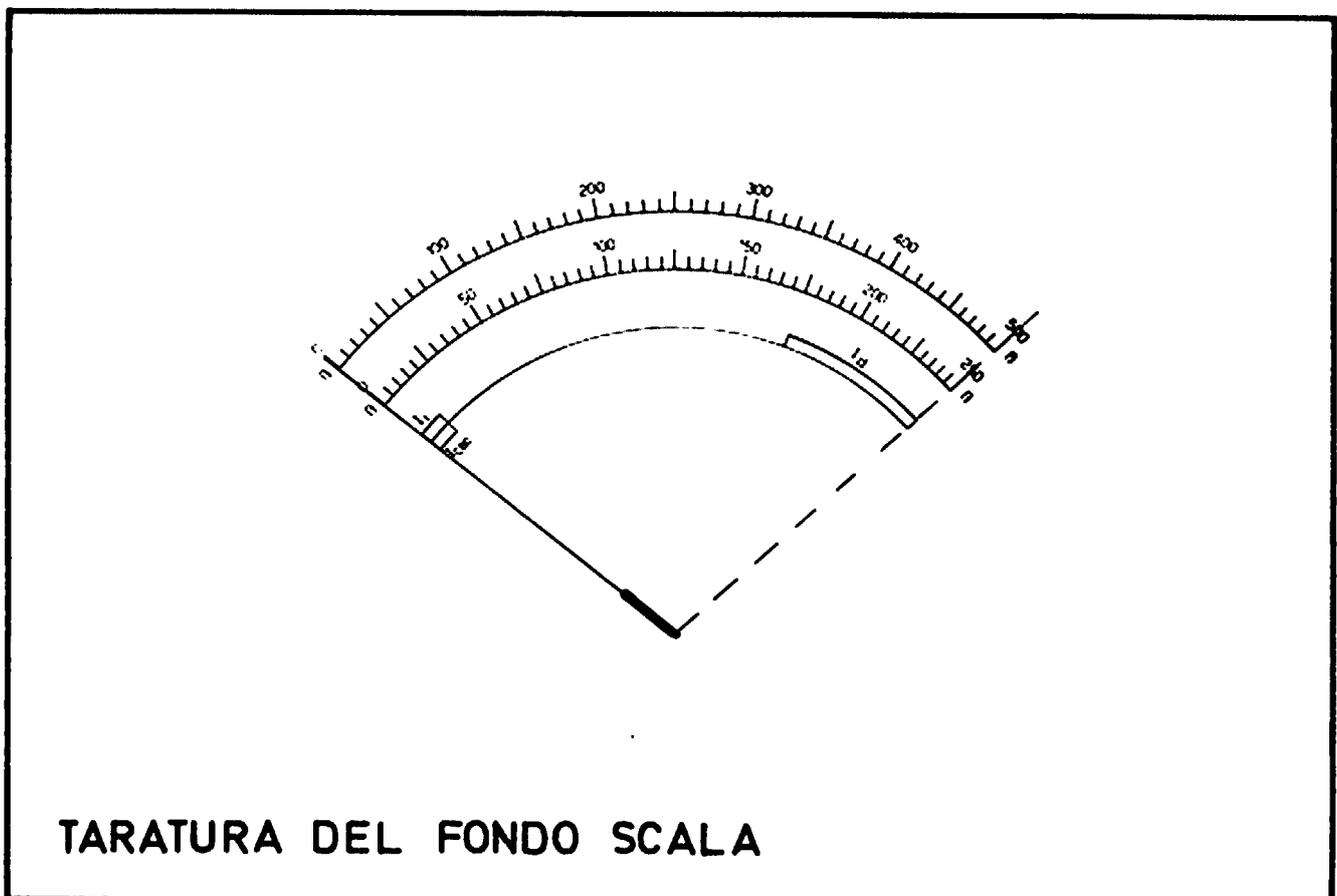

Fig. 1
4) - Di solito, dopo la manovra precedente, l'indice non va esattamente a fondo scala; se così è, deve ruotare lentamente a destra la manopola del potenziometro di fondo scala, P1, contraddistinto dal segno , in modo da portare l'indice esattamente sopra l'ultima lineetta, come si vede nel particolare disegnato a tratteggio nella *fig. 1*.